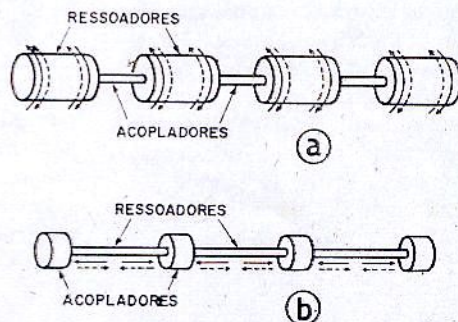

Figura 3
a) **filtros por vibração torcional.** Estes filtros têm a forma vista na figura 3-a. Os ressoadores são cilindros que vibram, torcendo-se e destorcendo-se.